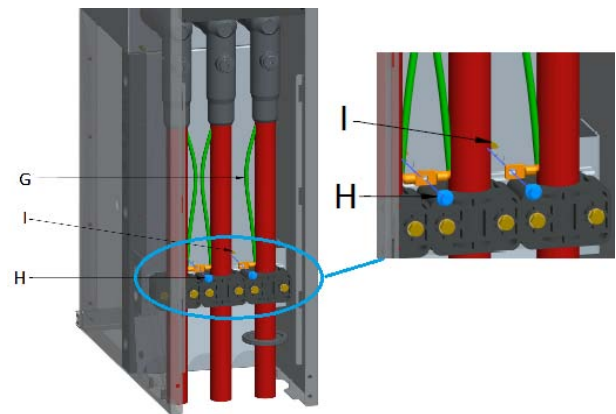

Figure 26: Montage des câbles de mise à la terre
- Raccorder les 3 câbles de mise à la terre (Figure 26 G) sur le support de câble avec 2 boulons autoverrouillants à six pans (Figure 26 H) et 2 écrous autoverrouillants à six pans (Figure 26 I). Couple de serrage M_A **40Nm**.